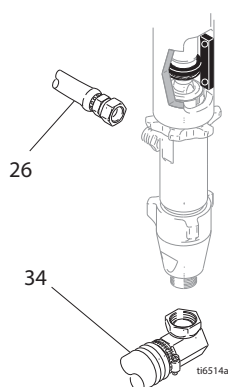

Fig. 11
- 3 Fig. 11. Dévissez le tube d'aspiration (34) et le flexible (26).